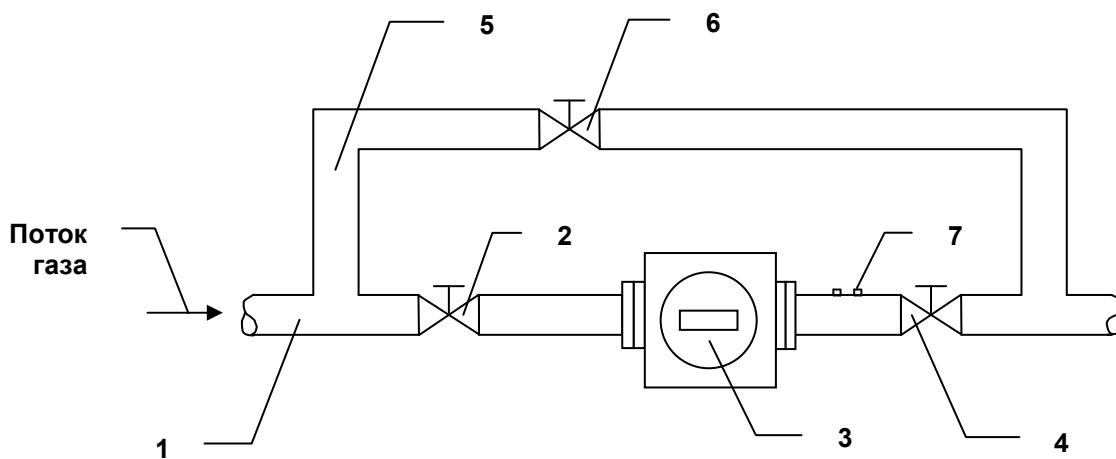

Рис. 4. Установка счетчика без перепускного канала
- 3.16.5. В трубопроводах с давлением до 16 атм применение перепускного канала необязательно. Для этого случая рекомендуется схема установки, приведенная на рис. 4. Наличие вентиля 2 является обязательным. Он позволяет отключить счетчик в случае его повреждения и необходим для обеспечения правильного пуска счетчика.
6.3. До начала пуска счетчика все вентили на трубопроводе (см. рис. 4, 5) должны быть закрыты.
6.6. Пуск счетчика без перепускного канала (см. рис. 4)